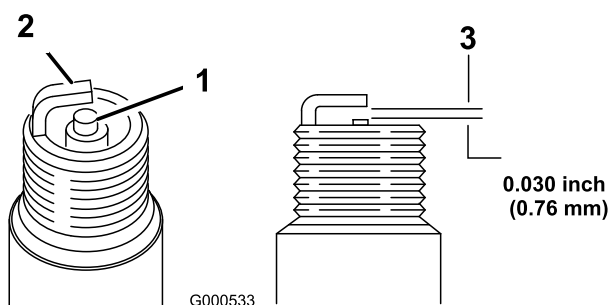

Figure 34
11. Réglez l'écartement des électrodes à 0,76 mm (0,030 po) (Figure 34).